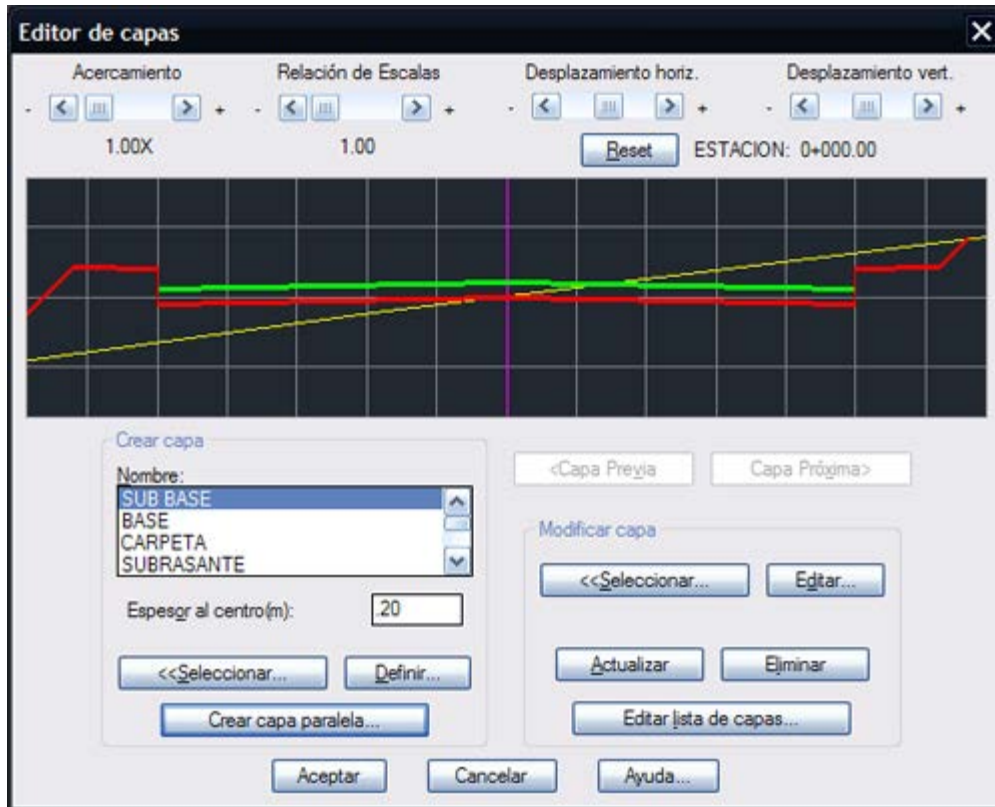
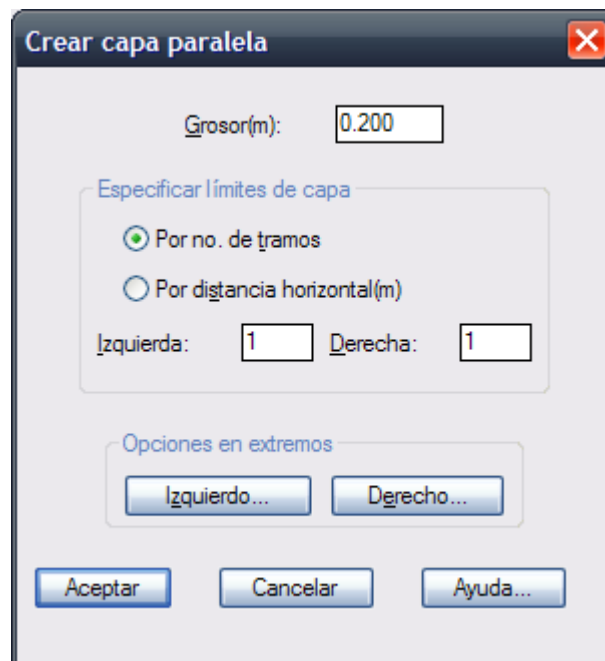

Fig. 6: Crear capa "SUB BASE"
Fig. 7: Editar Capa Paralela
8. Seleccione de la lista **SUB BASE** (Fig. 6), especifique un grosor de 0.20 m. Presione el botón **Crear capa paralela**, aparecerá la caja de diálogo (Fig. 7). Indique límites de capa por número de tramos, 1 a la izquierda y 1 a la derecha. Seleccione **ACEPTAR** para crear la capa SUB-BASE.